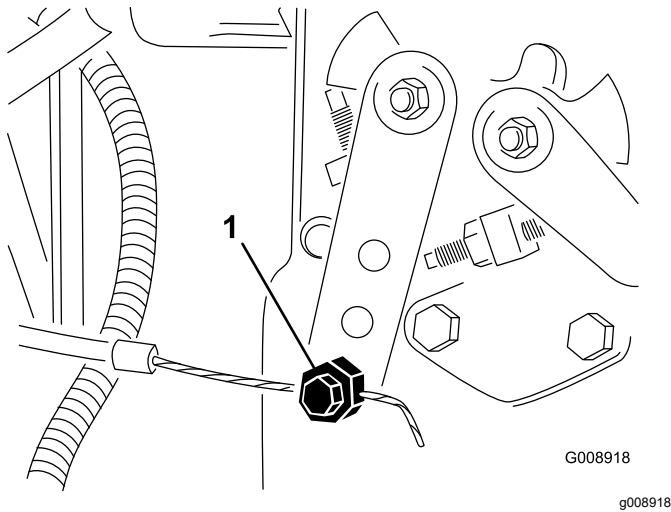

Bild 86
4. Lockern Sie den Anschluss des Bowdenzugs am Arm der Einspritzpumpe (**Bild 86**).